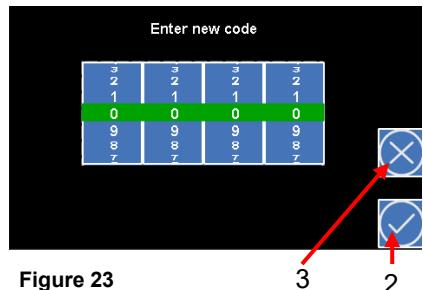

Figure 23
- Si le code est correct, le menu **Saisir un nouveau code** s'affiche (voir Figure 23).